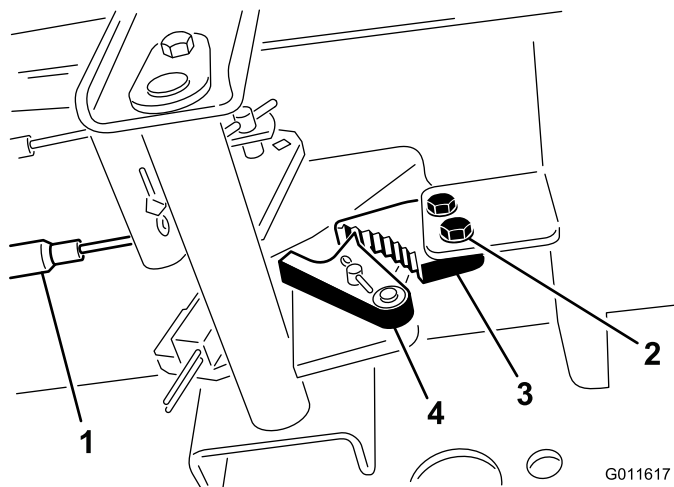

Figura 53
1. Solte os 2 parafusos que prendem a lingueta do travão de mão à estrutura (Figura 53).
2. Carregue no pedal do travão para a frente até o detentor do travão engatar completamente na lingueta do travão (Figura 53).